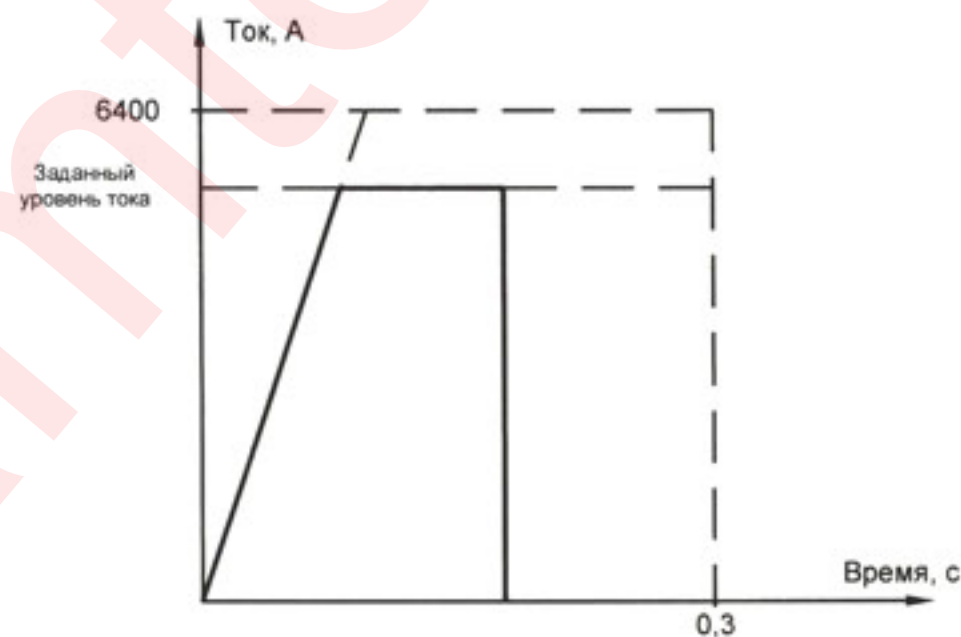

Рис. 6.
2. ВАР отключается на плоской части импульса (рис. 6).